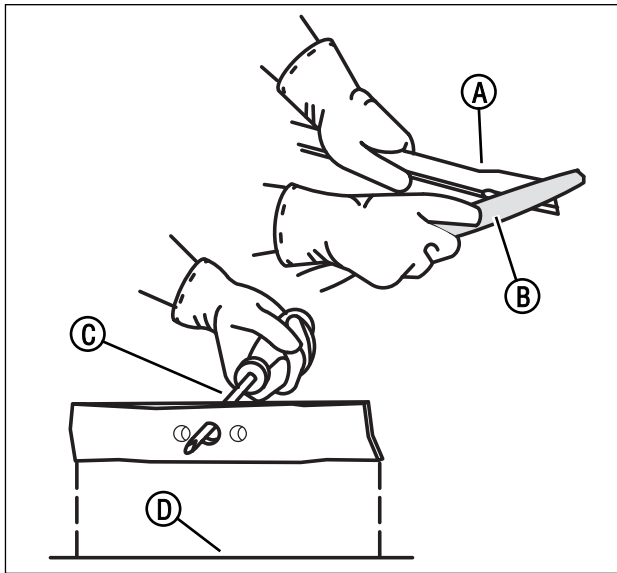

Figura 21: affilatura della lama
4. Affilare la lama (A, Figura 21, pagina successiva) con una lima (B). Verificare che venga mantenuto il tagliente smussato originale.
5. Controllare che la lama sia bilanciata. Servendosi di un cacciavite (C), tenere la lama parallela al suolo (D) come illustrato. Una lama perfettamente bilanciata rimane parallela al suolo. In caso contrario, l'estremità più pesante della lama ruota verso terra. Affilare l'estremità più pesante della lama fino a quando non è bilanciata.